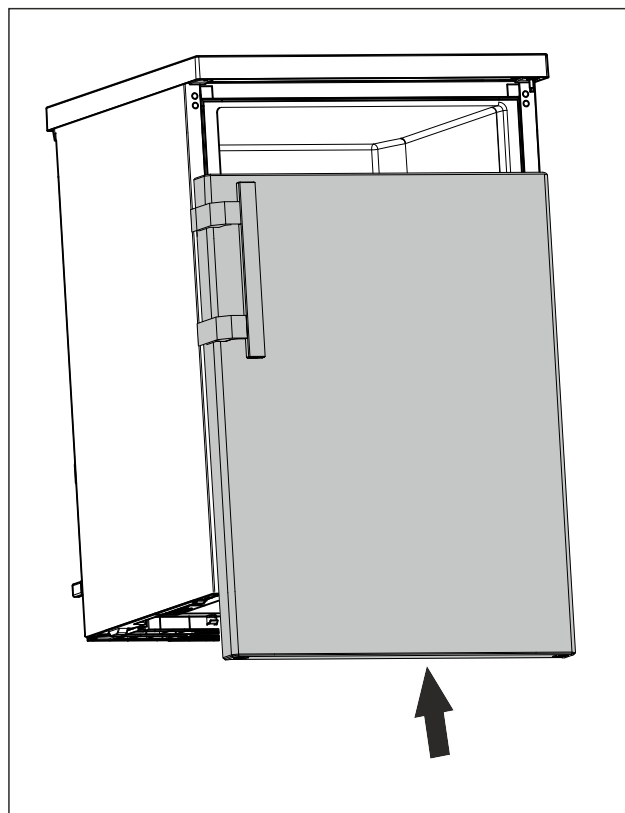

Fig. 16
- ▶ Плъзнете вратата върху горния болт, когато е затворена. (виж Fig. 16)